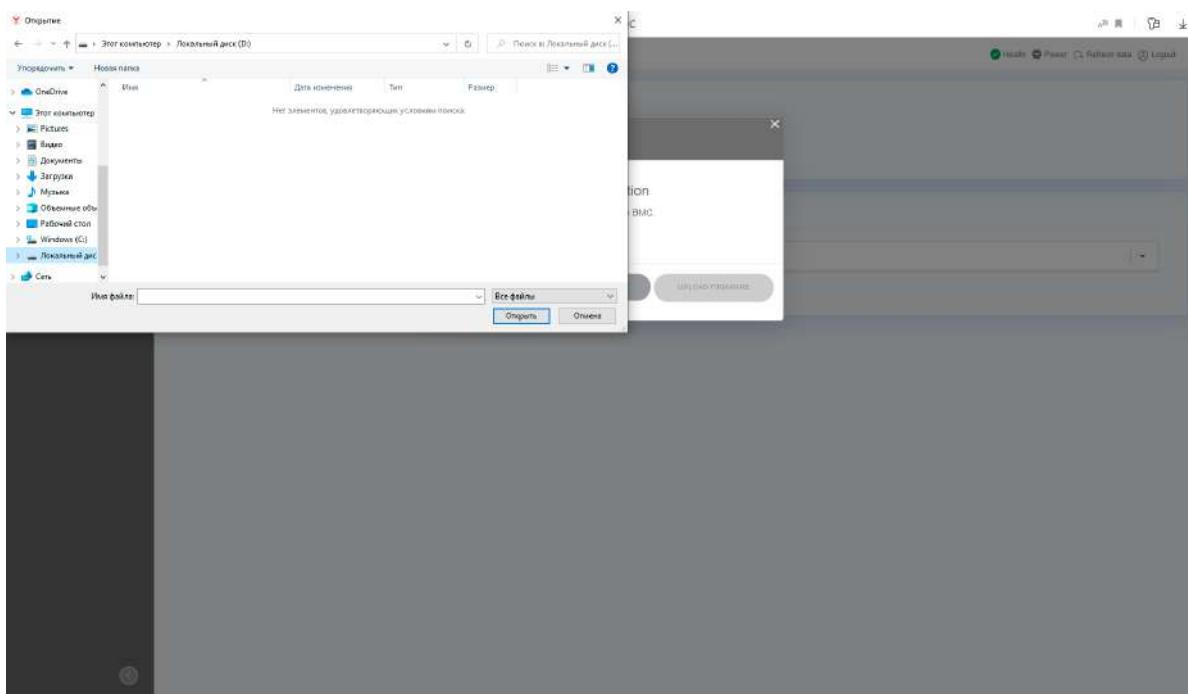

Рис. 77. Выбор директории с новой версией BMC
- 4) В нужной вам директории выберите файл с новой версией обновления BMC. Окно показано на рис. 77 Выбор директории с новой версией BMC